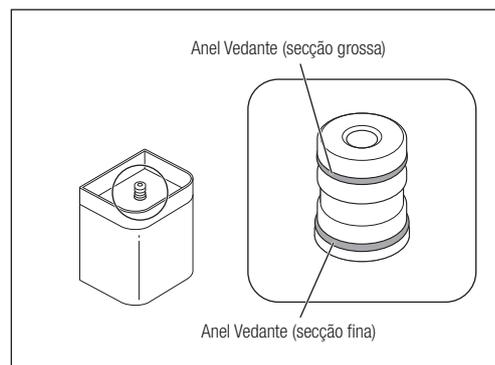

Fig. 47
- Os anéis vedantes têm espessuras diferentes. Certifique-se de que os coloca na ranhura correta (Fig. 47).